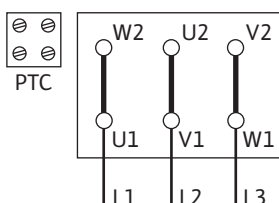
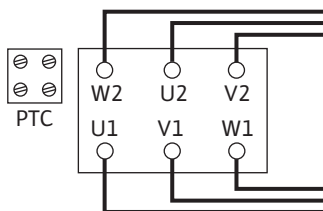

Fig. 10: Y-Δ-пуск
Fig. 11: Δ-схема
- Подключение к сети зависит от мощности двигателя P2, сетевого напряжения и типа пуска. Требуемое переключение соединительных перемычек в клеммной коробке можно определить по следующей таблице, а также Fig. 10 и Fig. 11.
Пуск Y-Δ (стандартный вариант)	Удалить соединительные перемычки (Fig. 10).
Пуск посредством устройства плавного пуска	Переключение Δ (Fig. 11)